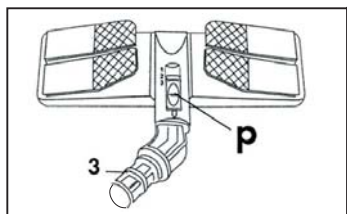

Fig. 14
- inserire il gomito (3) nella spazzola triangolare (4) o nella spazzola multiuso (2) come da **Fig. 14**